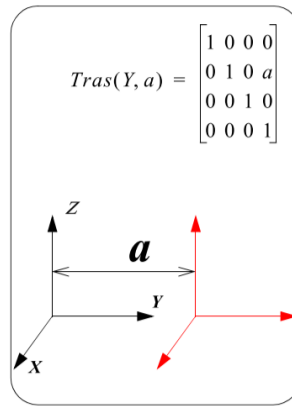

Figura 11: Matriz de Transformación de Traslación
- *Tras*(Y, a): Movimiento de traslación a posiciones en el eje Y (Figura 11).